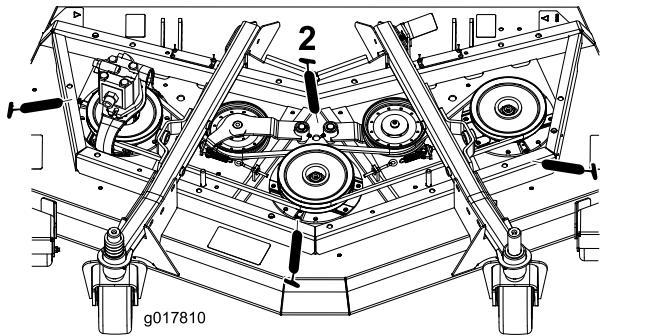

Figura 65
- Três rolamentos do eixo – localizados debaixo da polia (Figura 65)
- Casquilhos da articulação do braço intermédio (Figura 65)